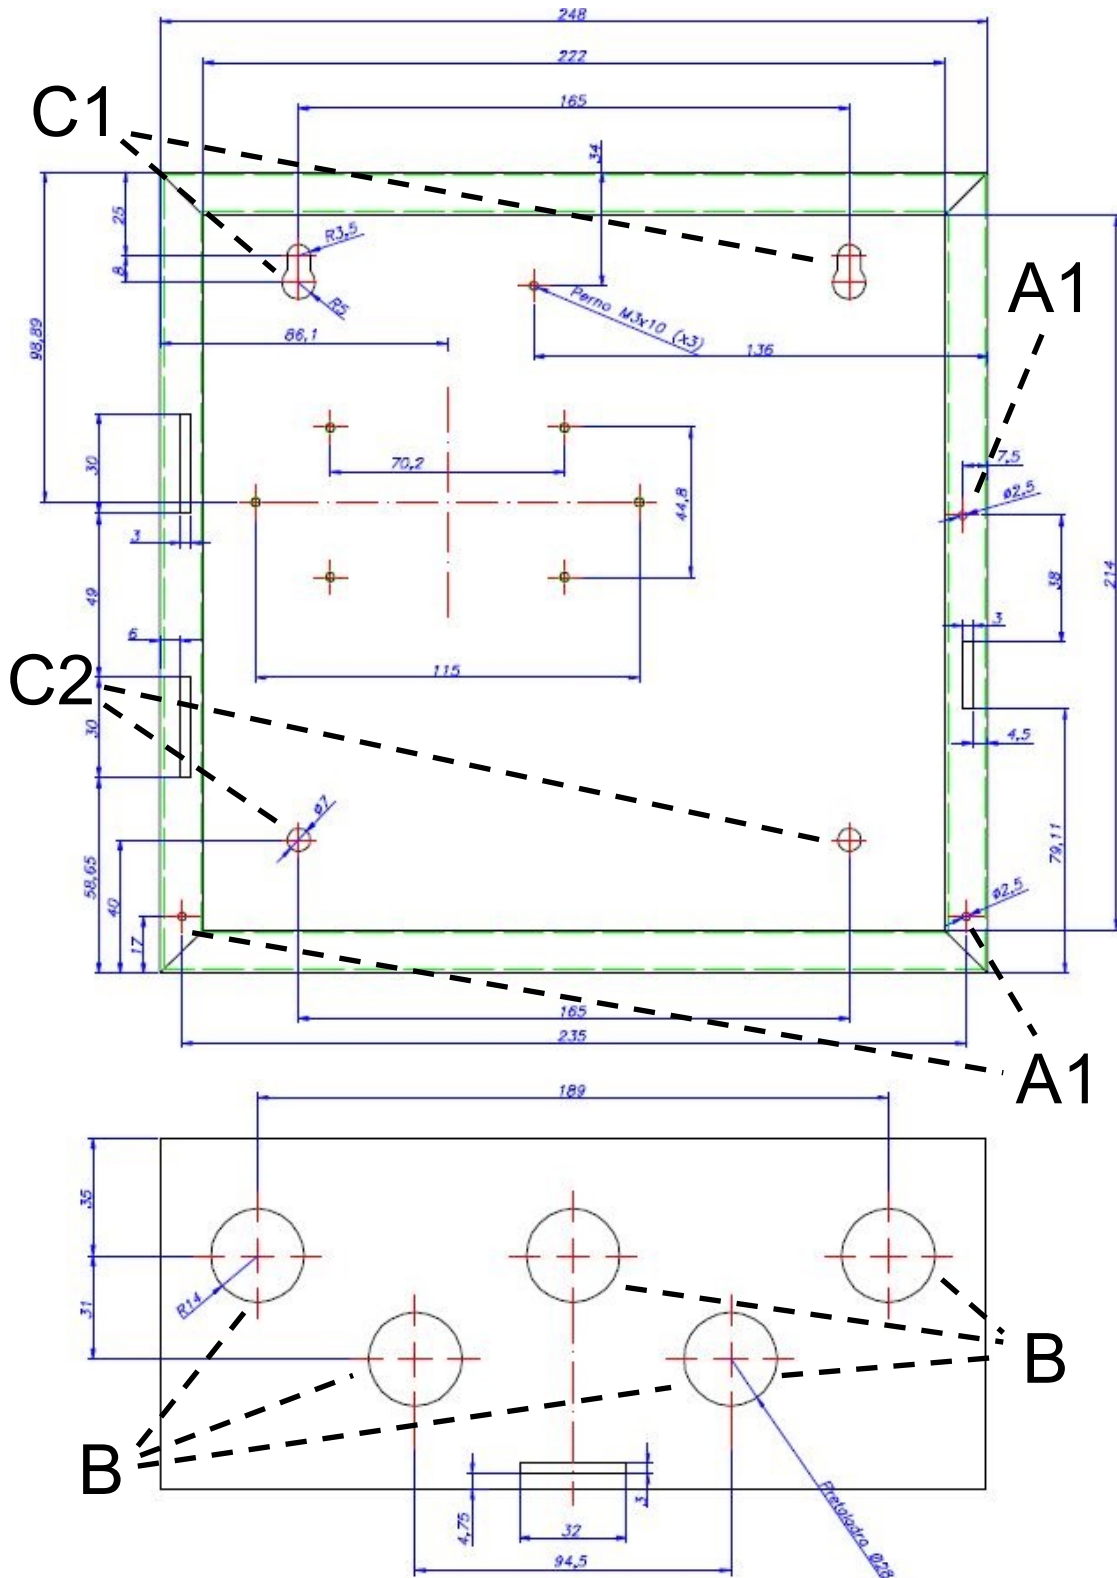

Figura 3: Planos de la central; orificios para su sujeción y el paso de cables
La central se basa en un cofre metálico rectangular, un portacarátulas en la parte frontal, que bascula sobre el lateral izquierdo del cofre a modo de puerta y se mantiene cerrada con un tornillo situado en el lateral derecho (A1 en *Figura 3*), y una puerta de plástico independiente que se asienta sobre la central, y se fija a ella con 2 tornillos situados en los vértices inferiores (A2).
La central se fijará sobre paramento vertical. Deben dejarse libres las ranuras laterales de la central para una correcta evacuación de calor. En la *Figura 3* se muestran los pretaladros de $\phi 28$ mm para la entrada de cables (B) situados en el lateral superior y en el lateral inferior (por si fuera necesario usar entradas adicionales), y los orificios situados en el fondo del cofre para la fijación de la central al paramento vertical de: $\phi 10/\phi 7$ mm en los superiores (C1) y de $\phi 7$ mm los inferiores (C2).